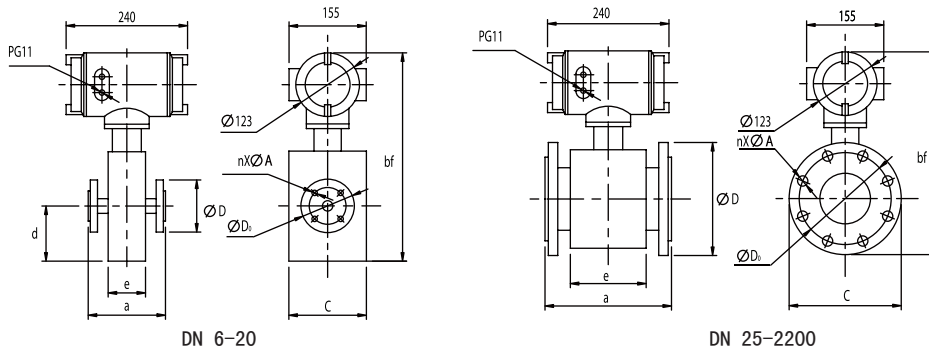

图4
4.2.1 平法兰型电磁流量计(含传感器的)外形及连接尺寸：(见图4、表1)